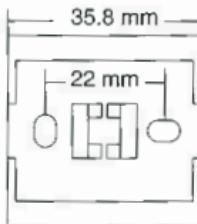

Bild. 1
- Wandmontage-set: bestehend aus AP-Montageplatte (Bild 1) und Klemmenabdeckungen (IP 30)